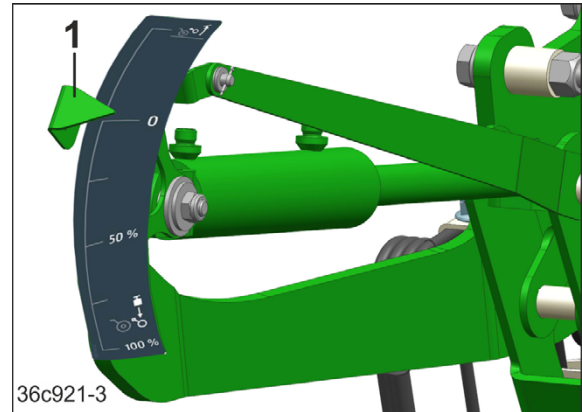

Fig. 201
- Pekeren (Fig. 201/1) viser det aktuelle rulletrykket.